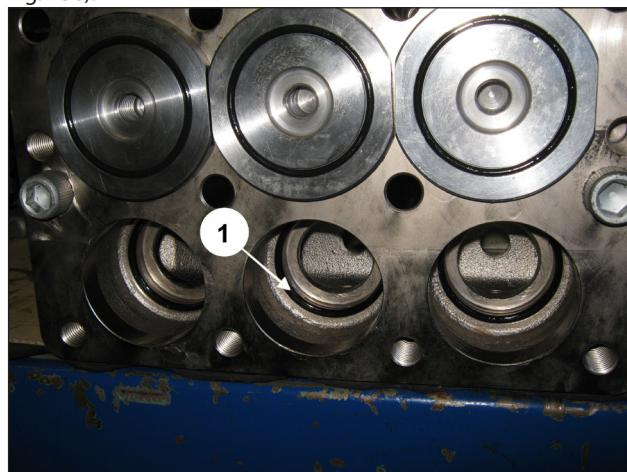

Fig. 136
Comprobar que la junta tórica y la anilla anti extrusión estén colocadas de manera correcta en el alojamiento (pos. ①, Fig. 136).